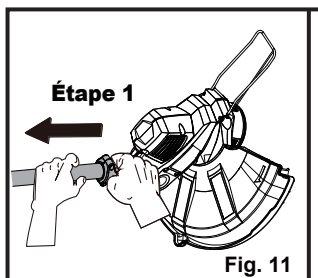

Fig. 11
- Tirez le tube vers l'extérieur (étape 1), puis éloignez-le du moteur tel qu'illustré. Lorsque le tube est éloigné du moteur, on peut tourner la poignée à 90° pour faciliter le travail (étape 2). Poussez le tube vers le moteur et il reprendra sa position initiale (étape 3) (Fig. 11 à 13).